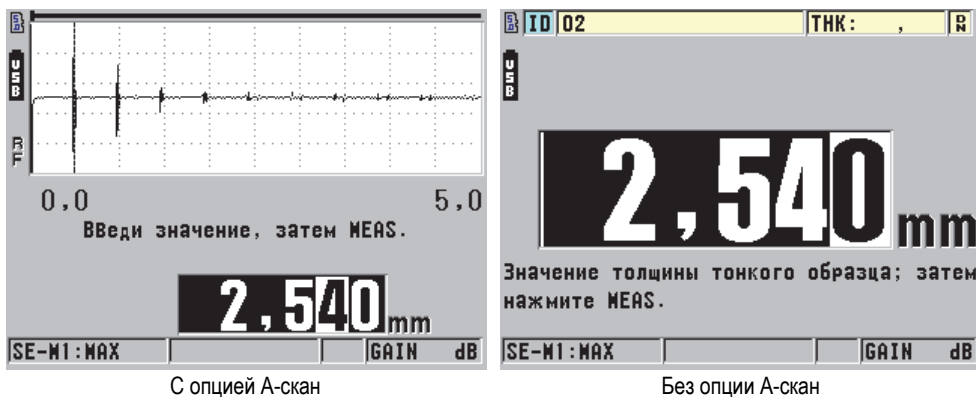

Рис. 5-7 Калибровка нуля на 5-ступенчатом образце
2. Для калибровки скорости звука в материале при наличии или без опции А-скана (см. Рис. 5-7 на стр. 69) выполните следующее: